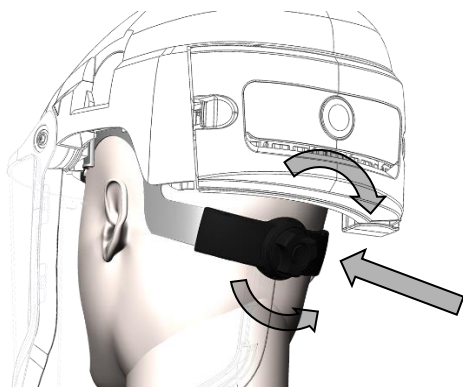

Figure 15
Pour assurer le confort et la sécurité, le serre-tête à libération rapide doit être réglé à chaque utilisation, avant d'entrer dans l'environnement de travail. (Figure 15)
1. Avant d'enlever le respirateur, desserrer le serre-tête à libération rapide en appuyant sur le bouton à cliquet (Figure 15) tout en le tournant en sens antihoraire.